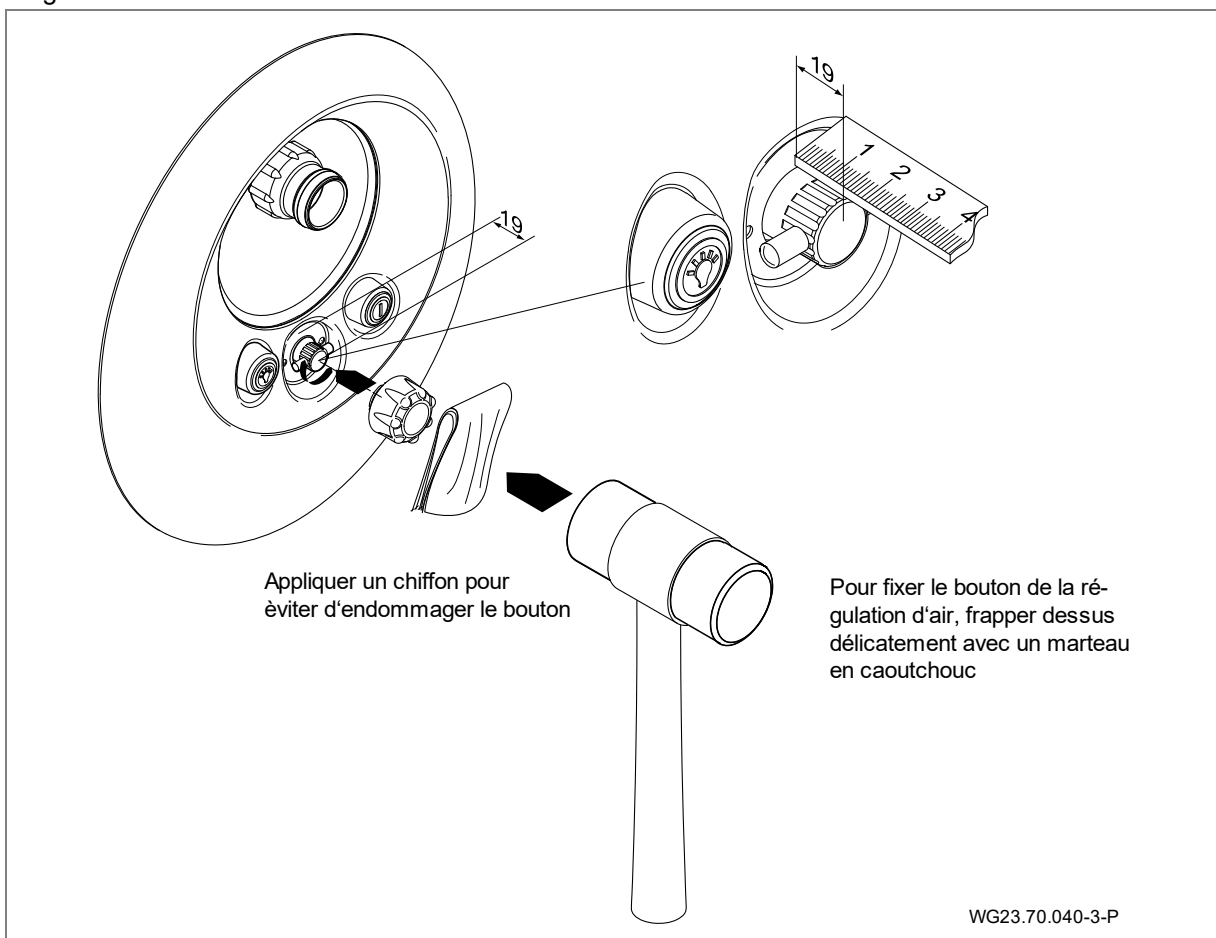

Fig. 22
11. Fixer le capuchon pour la régulation d'air. (Fig. 22)
12. Côté aspiration et côté refoulement, raccorder la pompe Jet (92) avec le demi-vissage (98, 99, 100), l'équerre en caoutchouc (79) et les pinces assorties (75) sur le boîtier de montage (1).